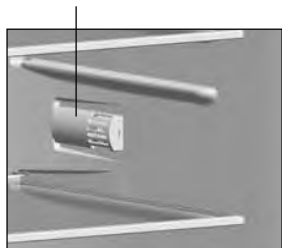

Figura 4
**ATENȚIE!** Nu așezați mâncarea aproape de senzorul de temperatură situat pe peretele din dreapta al CF, în conformitate cu figura 4.